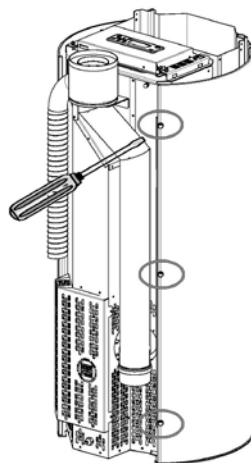

Fig. 78 - Enlever les vis
- Dévisser les vis postérieures des côtés (voir **Fig. 78**).